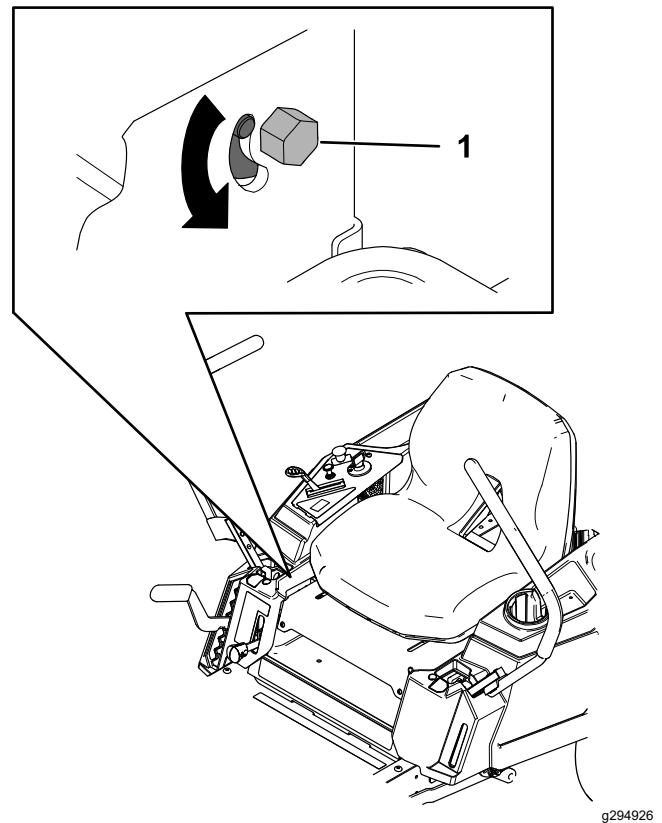

Figure 57
3. Localisez le boulon de réglage de la dérive près du levier de commande de déplacement du côté qui nécessite le réglage (Figure 57).